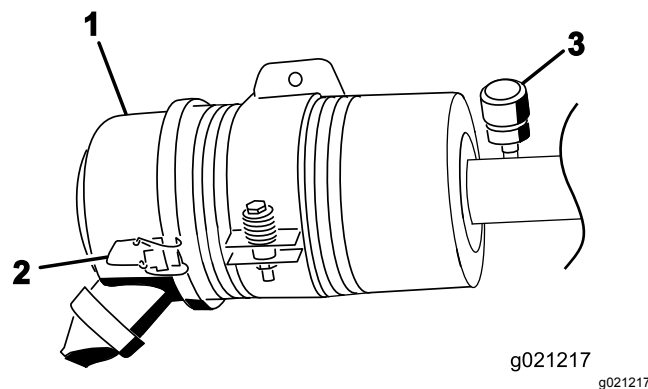

Figura 57
Faça a manutenção ao filtro de ar apenas quando o indicador de serviço (Figura 57) o exigir. Mudar o filtro de ar antes de ser necessário apenas aumenta a possibilidade de entrar sujeira no motor quando se retira o filtro.
1. Liberte os trincos que fixam a cobertura do filtro de ar ao respetivo corpo (Figura 57).